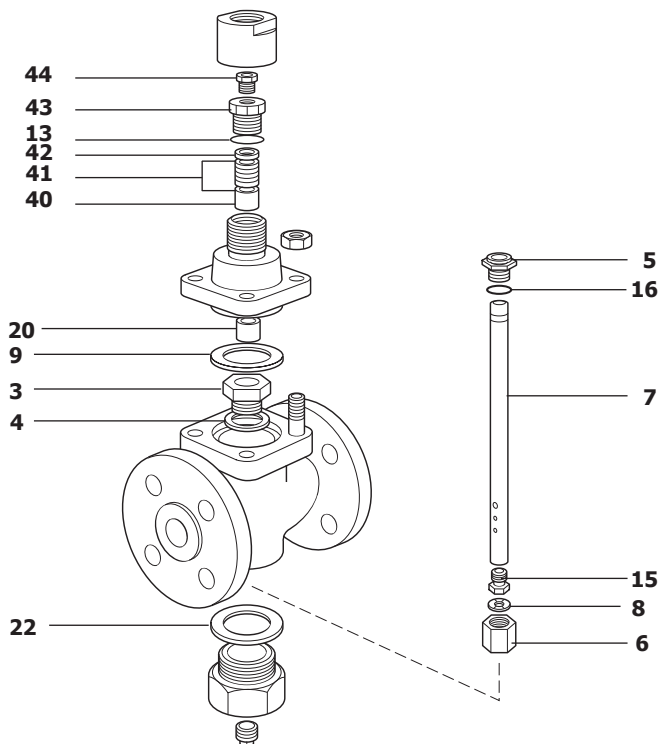

Рис. 9
- Поверните нажимную гайку (44) по часовой стрелке на 60° (одна грань). Проверьте наличие протечки. Если она осталась продолжайте поджимать гайку шагами.
- Вытащите нажимную втулку, шевронные уплотнения из материала PTFE, направляющую втулку и пружину (см. Рис. 9).
- Наденьте нижнее кольцо (40, Рис. 9) на шток и установите его в крышке.
- Оденьте прокладку (13) на направляющую втулку (43), и наденьте ее на шток (7).
- Убедитесь что нажимная гайка (44) ослаблена и что верхнее кольцо (42) свободно. Сделайте пять полных ходов штока клапана чтобы отцентровать графитовые кольца в нажимной втулке.
- Установите в нажимную втулку (43) верхнее кольцо (42). (См. Рис. 9).
- Вставьте пять графитовых колец (41) в направляющую втулку, так чтобы резьба в верхней части втулки не повредила кольца. Места разрезов колец должны быть смещены друг относительно друга.